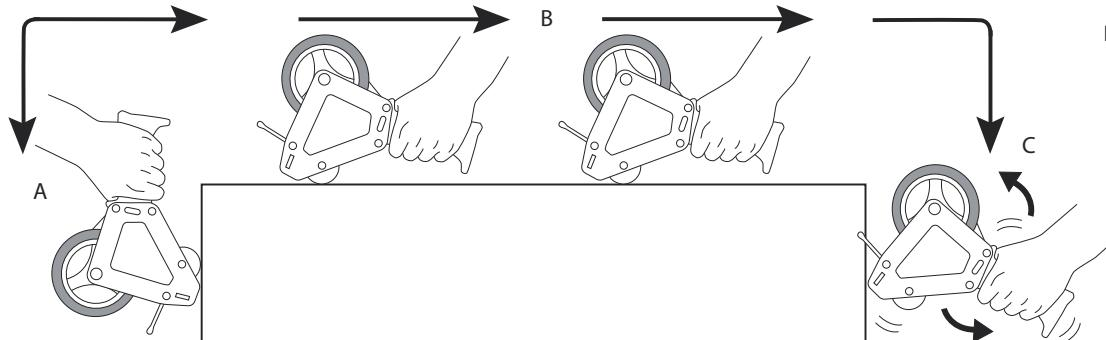

Figure 5
4. Start desired depth on the side of the box. (See Figure 5, A)
5. Glide dispenser along the carton seam - smoothing roller automatically presses tape to the package. (See Figure 5, B)
6. Continue down the opposite end to desired length. In one motion, tilt dispenser forward so tape pressing wiper stops rolling tape, serrated blade cuts tape and wiper smoothes the tape end. (See Figure 5, C)
- Commencez à la profondeur souhaitée sur le côté de la boîte. (Voir Figure 5, A)
- Tirez le dévidoir le long de la jointure des rabats de la boîte – le rouleau de lissage appliquera automatiquement le ruban adhésif sur le paquet. (Voir Figure 5, B)
- Continuez jusqu'à la longueur souhaitée sur le côté opposé de la boîte. En un seul mouvement, inclinez le dévidoir vers l'avant afin que la languette de pression arrête le déroulement du ruban, la lame crantée coupe le ruban et la languette de pression égalise l'extrémité du ruban. (Voir Figure 5, C)